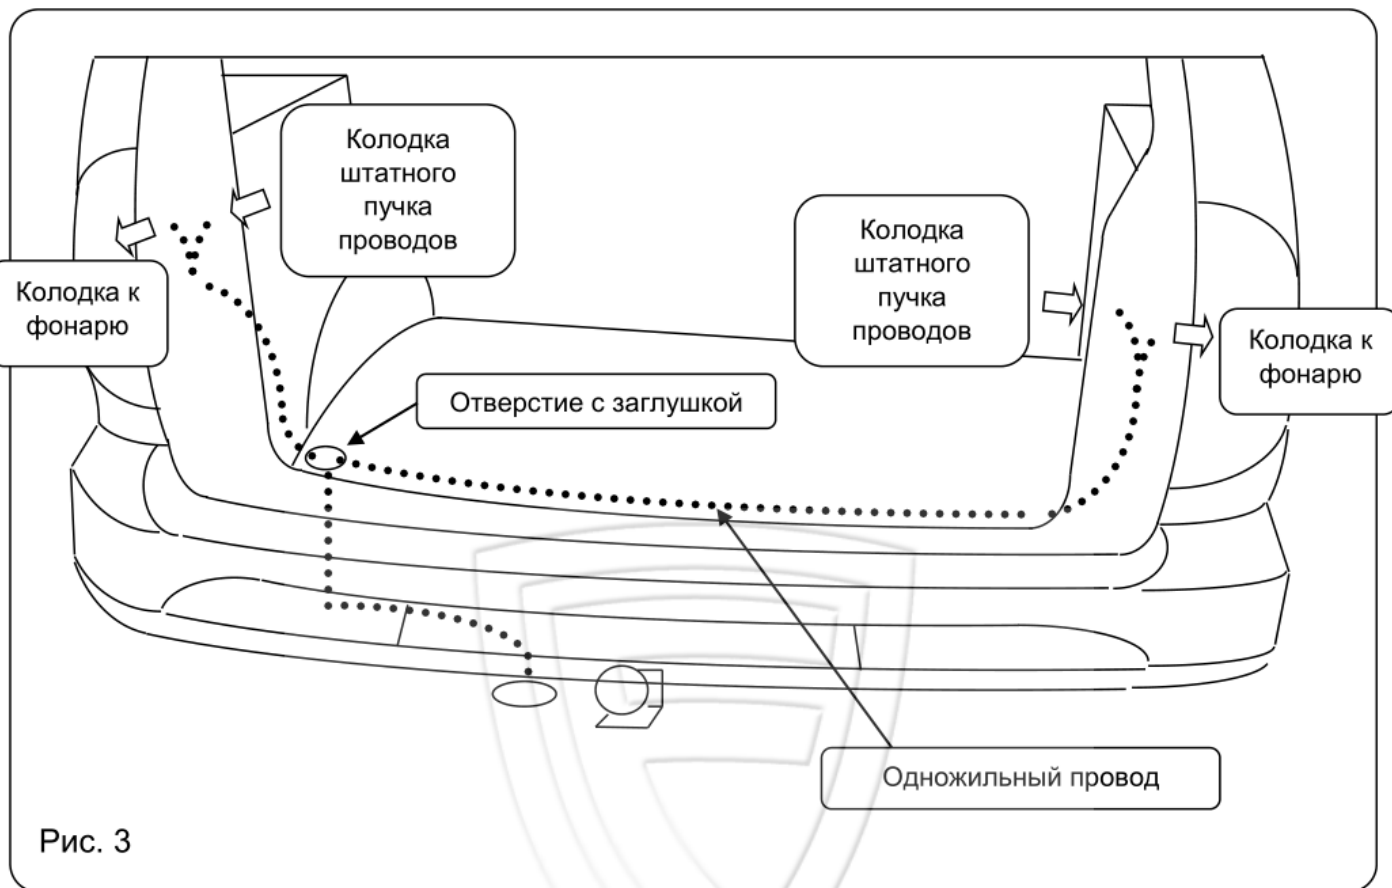

Рис. 3
6. Подключить провода к клеммам розетки и закрепить её на кронштейн винтами 9. Подключить провода от клемм розетки к бортовой сети автомобиля в соответствии со схемой (рис. 3 и 4).